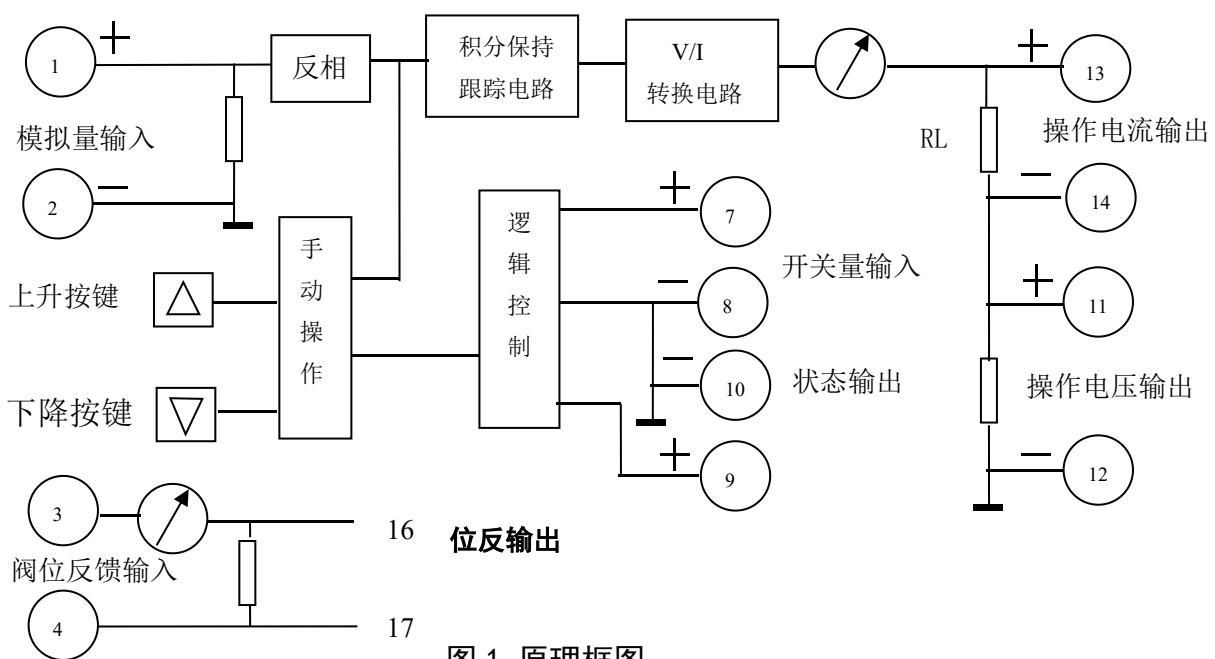

图 1 原理框图
图 1 是操作器的原理框图，输入 4~20mA 电流由端子 (1) 输入，经表头显示输入值，流经 250Ω 精密电阻 R1，将电流转换成 1~5V 电压信号，经反相器变为 -1~5V 电压，送至自动/手动切换电路。当操作器处于自动状态时，经积分跟踪后输出同样大小相位相反的电压。再经 V/I 转换成相应电流，流经输出表头指示输出值。(13)，(14) 端子可接 0~600Ω 负载，(11)，(12) 端子可得 1~5V 输出信号电压，送给计算机或调节器。